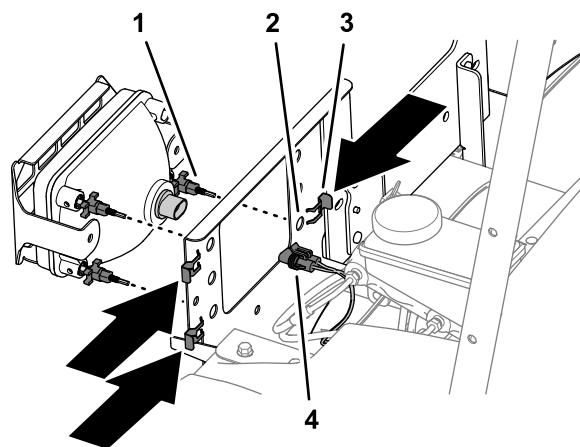

Figura 46
6. Conectai conectorul cu 2 pini al fasciculului de cabluri al mainii la conectorul cu 2 pini din spatele farului. (Figura 46).